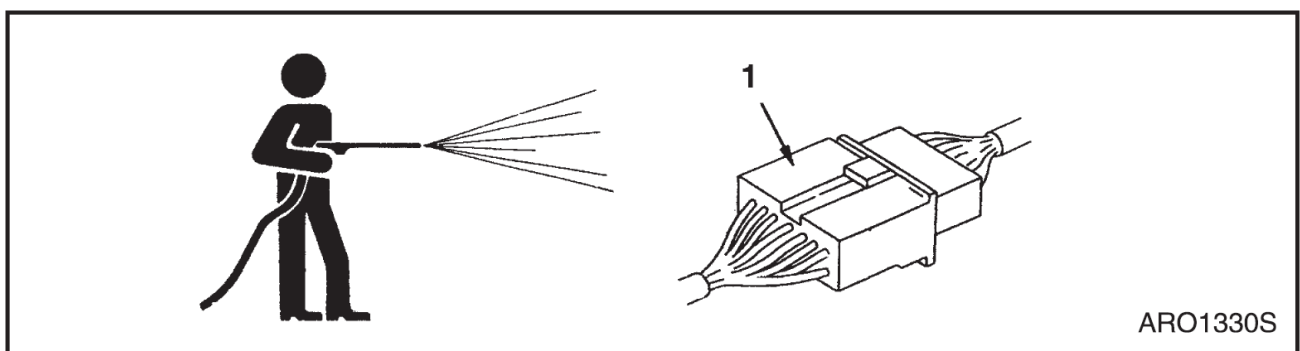

Рис. 30
- Не подавайте воду непосредственно на электронные компоненты (датчики, разъемы) (1, рис. 30). Попадание воды в электрическую систему ведет к аварии или неисправности.